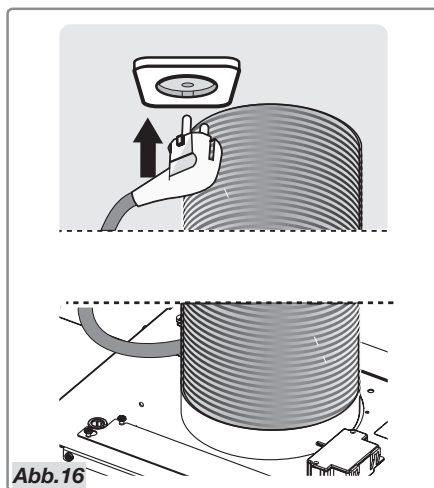

Abb.16
- Schließen Sie das Gerät an die Stromversorgung an (Abb.16).